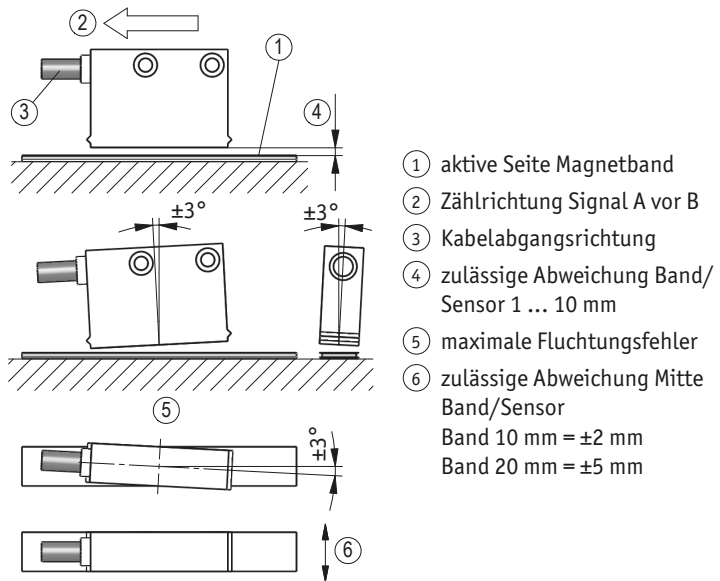

Abb. 6: Definition der Zählrichtung mit Magnetband und Montage Sensor/Magnetband, Abstandsmaße, Toleranzen
► Auf richtige Ausrichtung des Magnetsensors achten, damit die optimale Abtastung gewährleistet ist (siehe **Abb. 6**).